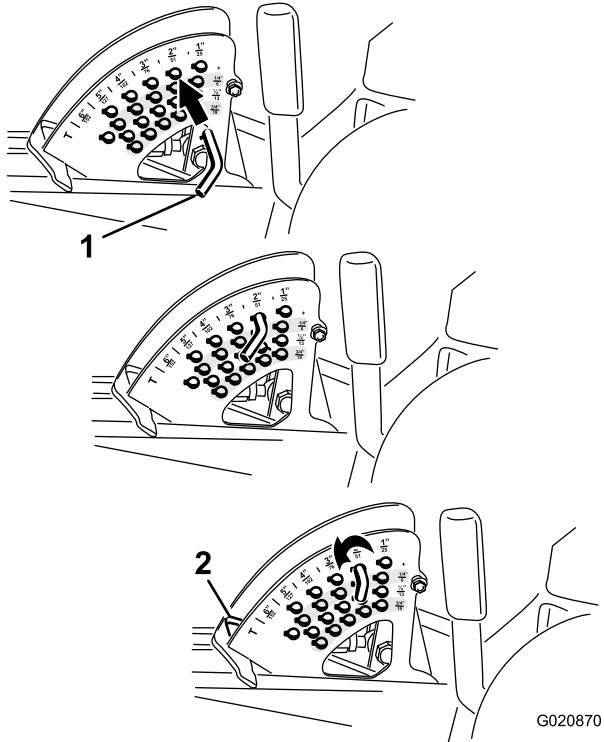

Bild 20
Hinweis: Wenn Sie das Mähwerk in der angehobenen Stellung arretieren möchten, heben Sie das Mähwerk über die 15-cm-Stellung an, nehmen Sie den Schnitthöhenanschlagstift ab und setzen Sie den Stift in die 15-cm-Schnitthöhenstellung ein (Bild 20).
2. Drehen Sie zum Einstellen den Anschlagsstift so lange, bis die Linien am Spannstift mit den Schlitten in den Löchern in der Schnitthöhenhalterung ausgerichtet sind. Nehmen Sie ihn dann ab (Bild 20).
3. Wählen Sie ein Loch in der Schnitthöhenhalterung, das der gewünschten Schnitthöhe entspricht, stecken Sie den Stift ein und drehen Sie ihn ein, um ihn zu arretieren (Bild 20).
Hinweis: Es gibt vier Reihen der Lochpositionen (Bild 20). Die oberste Reihe ergibt die Schnitthöhe, die über dem Stift steht. Die zweite Reihe ergibt die Schnitthöhe plus 6 mm. Die dritte Reihe ergibt die Schnitthöhe plus 12 mm. Die unterste Reihe ergibt die Schnitthöhe plus 18 mm. Für die Stellung von 15,8 cm gibt es nur ein Loch, das in der zweiten Reihe ist. Mit diesem Loch werden nicht 6 mm den 15,8 cm hinzugefügt.